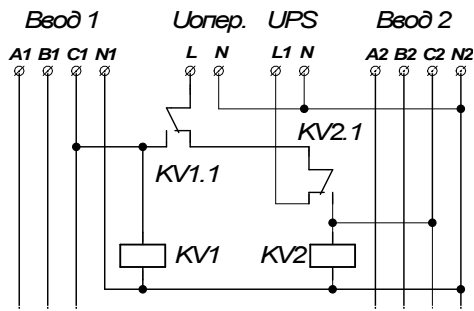

Рис.10 Схема получения оперативного питания с использованием 2-х реле напряжения и UPS
- 5.2.3. Схема получения оперативного питания с использованием 2-х реле напряжения и источника бесперебойного питания. UPS питается от одной из фаз любого ввода. Выход UPS подключается к схеме, показанной на рис. 10.